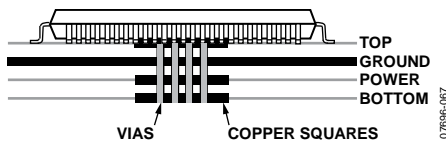

图60. 裸露焊盘布局示例—侧视图
- 电路板从顶部到底部的所有层上都应有一个大小与底部焊盘相当的铜层，并且该铜层应在某处连接到专用铜板层(见图60)。